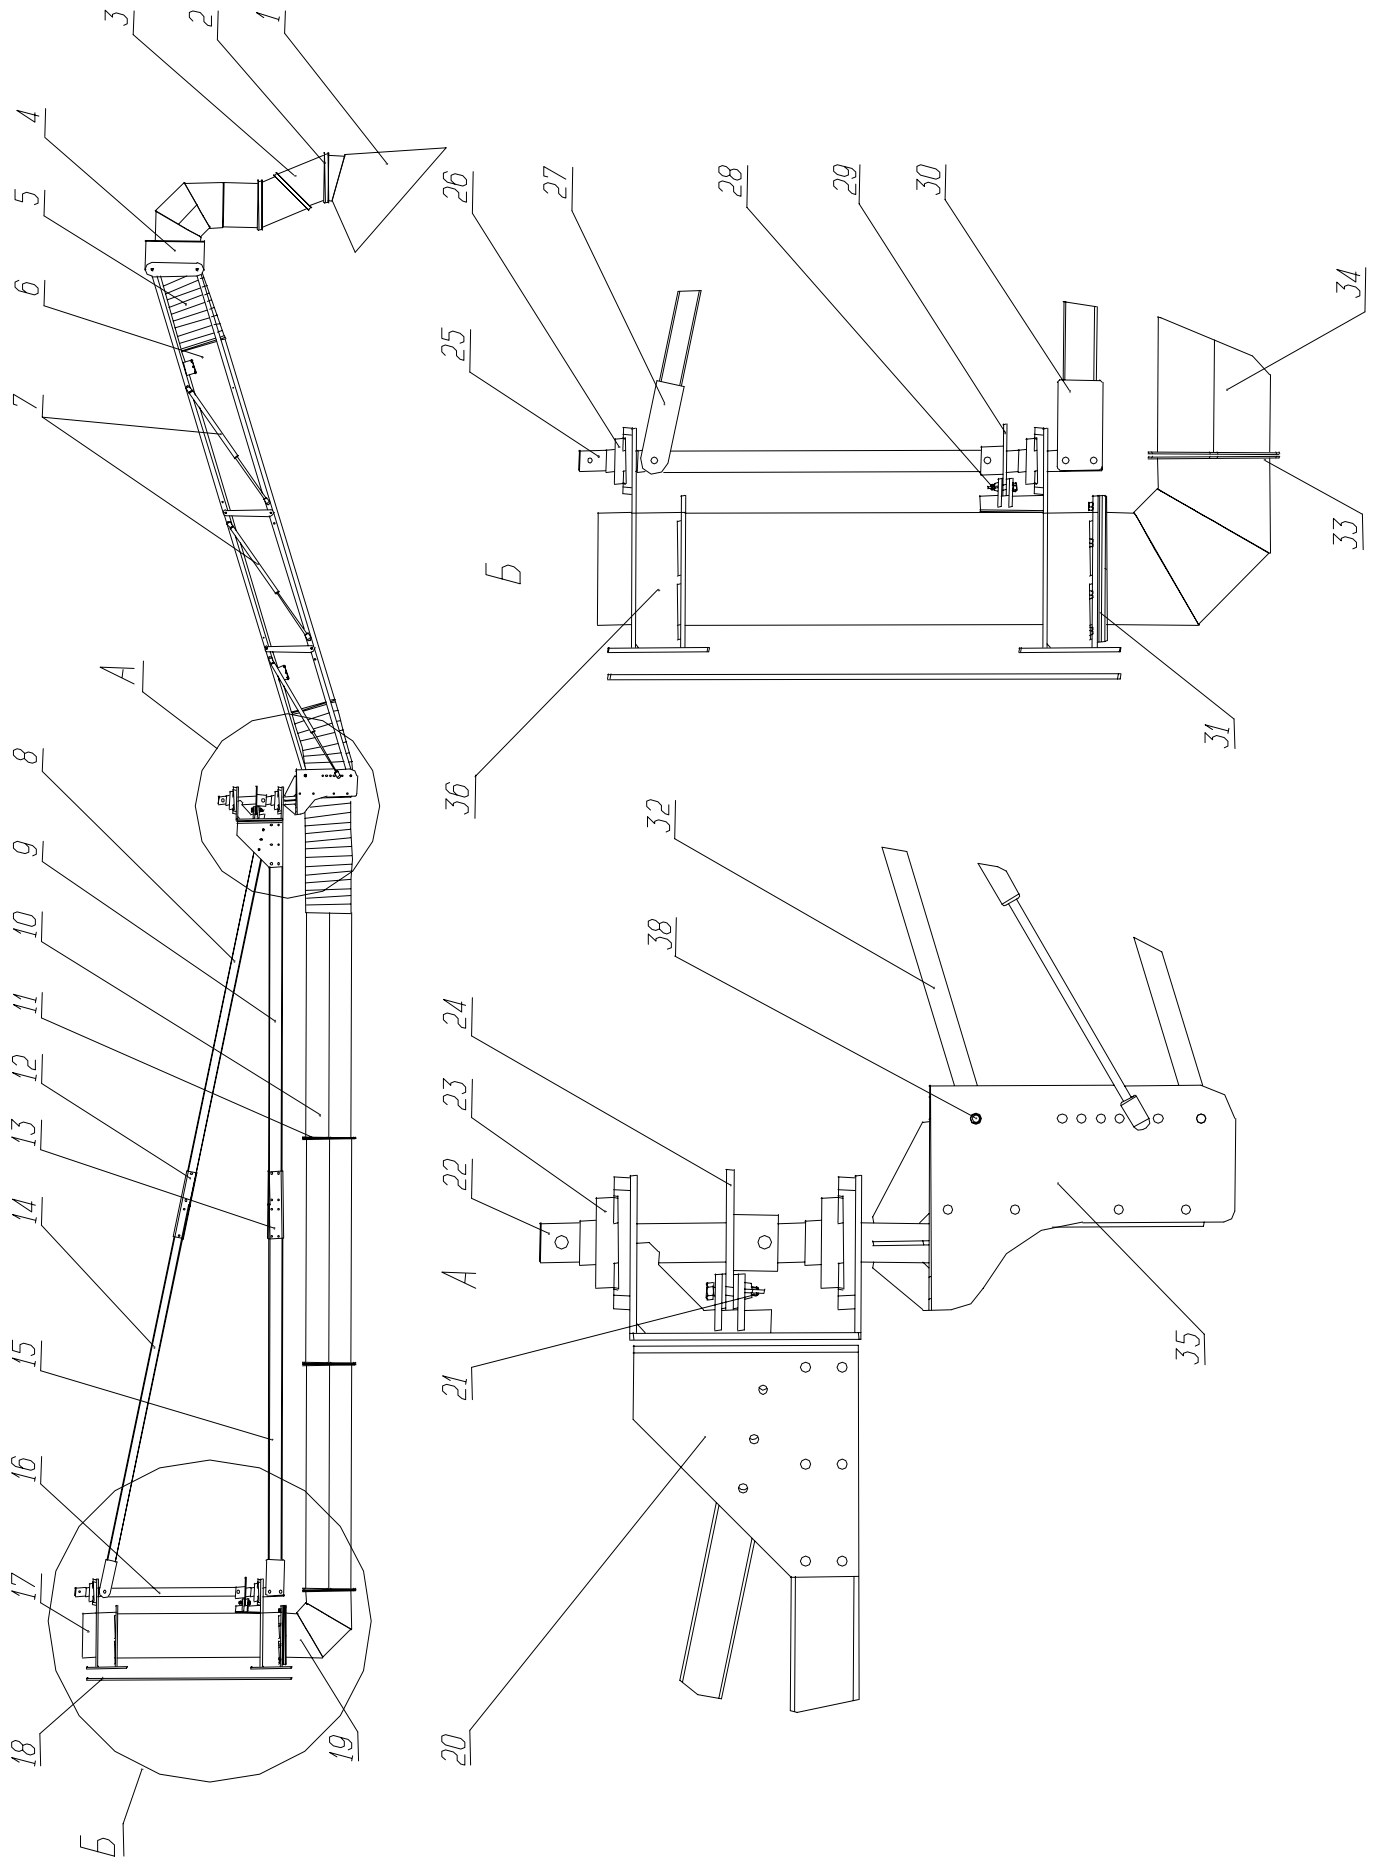

Рисунок 1
КВУТ состоит из двух основных частей: консоли (детали и узлы от несущих кронштейнов (36) до кронштейна (20)) и подъёмно-поворотного вытяжного устройства (в дальнейшем-ППВУ) (детали от кронштейна с осью (22) до зонта (1) (см. рис.1)). Соединение двух основных частей КВУТ выполнено разъёмным на болтах. Воздуховод (10) консоли и воздухопровод (6) и патрубков на кронштейне (4) ППВУ соединены гибкими термостойкими рукавами. Всасывающий зонт (1) имеет шарнир-воздуховод (3). Вращением зонта и шарнира-воздуховода добиваются требуемого расположения среза зонта в пространстве.
Для нормальной работы необходимо обеспечить вертикальность оси (16) (см. рис. 1). Допускаемое отклонение от вертикали 0,3 градуса (около 3мм на 500мм длины оси (16)). Желательно выполнить монтаж с меньшим отклонением. Отклонение от вертикали можно контролировать гидравлическим уровнем, прикладывая его к оси (16) или иным способом.
- на несущих кронштейнах закреплены шарикоподшипниковые опоры (26);
- в подшипники установлена ось (16) с тормозным диском (29);
- тормозной диск слегка зажат фрикционными пластинами посредством гаек (28);
- поворотный отвод (19) установлен на нижнем несущем кронштейне.
Для обеспечения требуемой фиксации воздуховодов в пространстве и комфортной работы необходимо отрегулировать тормозные усилия в рычажной системе с помощью регулировочных маховиков (или гаек), расположенных снаружи на боковых поверхностях прижимных пластин кронштейна (4) (см. рис.1).